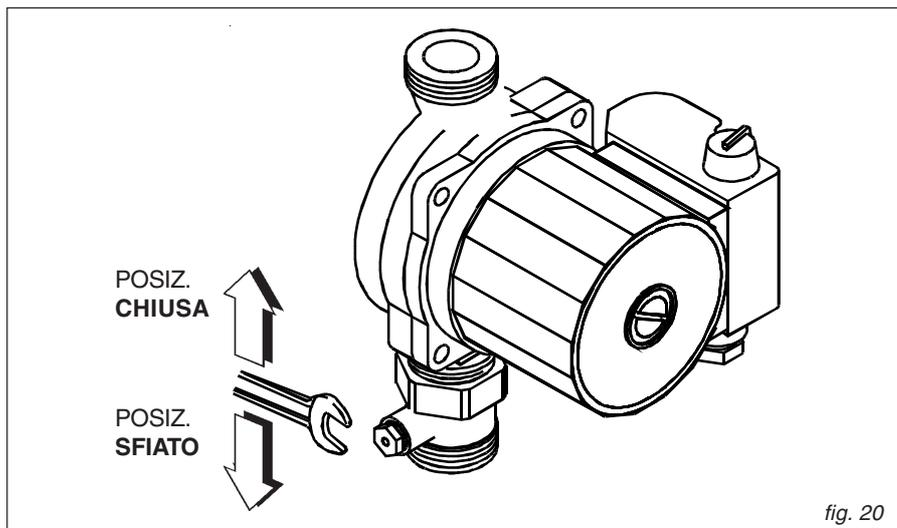

fig. 20
**NB: Dopo l'operazione di riempimento sfiatare l'aria residua del circuito caldaia attraverso gli sfoghi manuali presenti sulle due valvole di ritegno (Fig. 20), quindi mettere in funzione alternativamente i due circolatori ad intervalli.**
**Per ripristinare il funzionamento della caldaia è necessario resettarla agendo sul selettore (A) posizionandolo in modo spento e successivamente riposizionarlo nella posizione estate o inverno.**